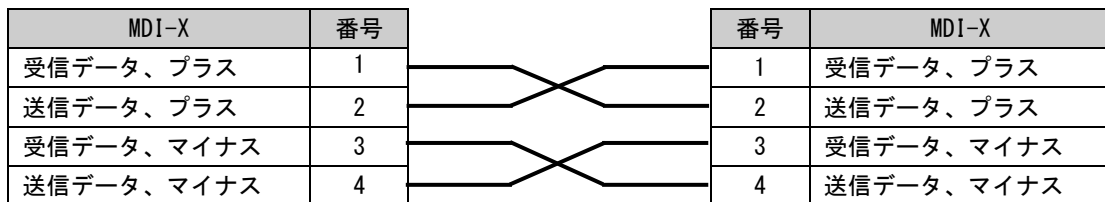

図 2-6 パッチ/ストレートケーブルとクロスオーバーケーブルの詳細
- ・オートクロスオーバー (Auto MDI-X) 機能が無効になっている場合は、正しいネットワークケーブルを使用する必要があります。(図 2-6 参照)
オートクロスオーバー (Auto MDI-X) 機能を使用しない場合は下図 2-6 に示すケーブルを使用してください。